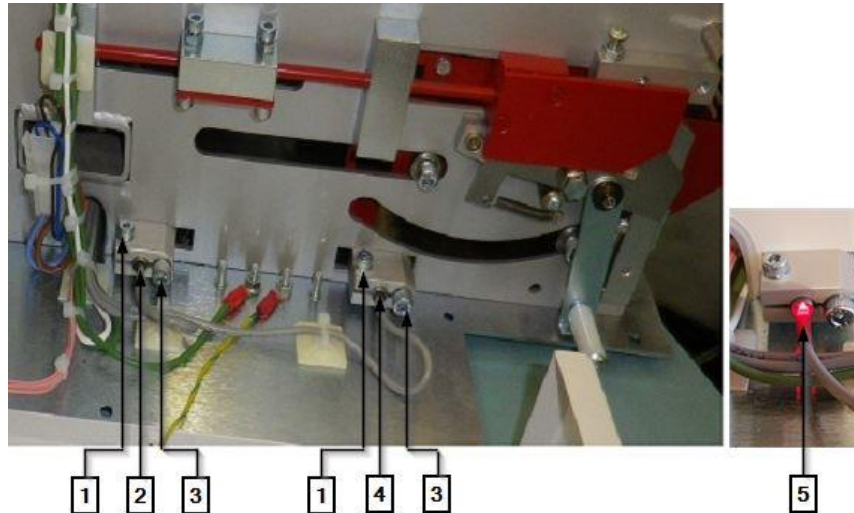

Abb. 69 : Suportul întrerupătorului de proximitate
- ➔ Desfaceți șurubul de strângere (3) (Abb. 69, pagina 104) și blocul suport și scoateți întrerupătorul de proximitate.
- ➔ Separați conectorii **J14** (1) și **J16** (2) de sistemul de comandă PCB.
- ➔ Reconectați conectorii **J14** (1) și **J16** (2).